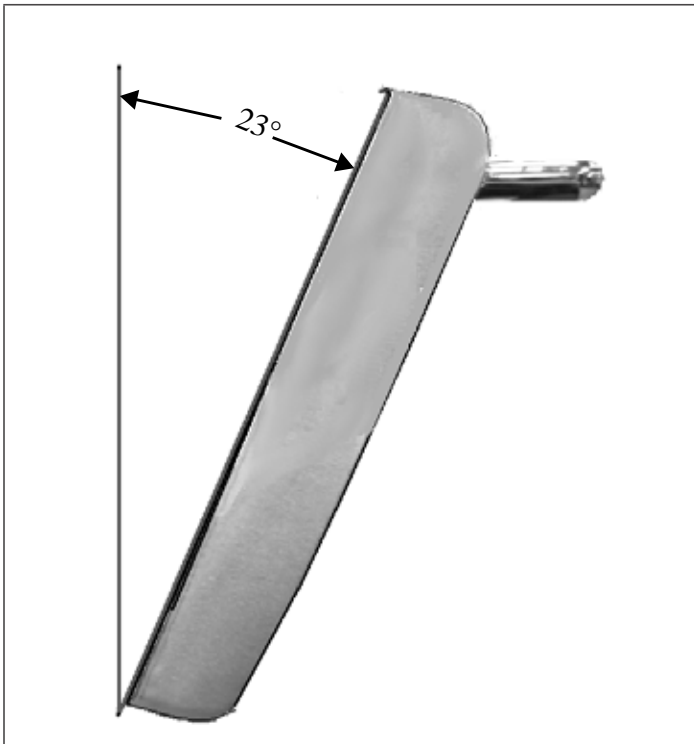

Figura 7: Ángulo aproximativo necesario para quitar la puerta.
1. Coloque la puerta en el ángulo adecuado (Figura 7) e inserte las bisagras en las ranuras. Las bisagras se engancharán firmemente en las ranuras si se instala adecuadamente la puerta. No fuerce o tuerza la puerta.